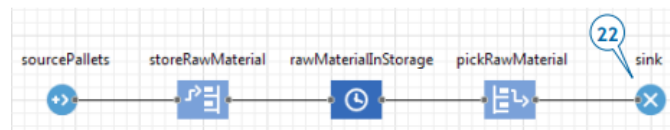

Рисунок 10.21 – Блок раковини, що утилізує агенти
22. Додайте блок раковини. Блок приймача розпоряджається агентами і зазвичай є кінцевою точкою блок-схеми (рис. 10.21).